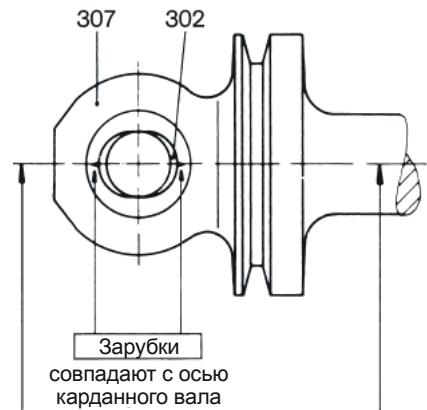

Рис. 6: Запрессовка втулок шарнира
- **ВНИМАНИЕ** Стяжные болты не затягивать до тех пор, пока насадной вал (125) не будет надет на вал привода.
- Надеть разбрызгивающее кольцо (123) на насадной вал (125).
- Слегка смазать посадочное место зажима (123) на насадном валу (125) и насадить зажим (123) до упора на насадной вал (125).
- Надеть насадной вал (125) до упора на вал привода.
- Последовательно затянуть стяжные болты зажима (123) **по окружности**. При этом поворачивать насадной вал по мере необходимости.
- **ВНИМАНИЕ**: Все стяжные болты затягивать до тех пор, пока не совпадут передние поверхности наружной и внутренней обойм и момент затяжки болтов сильно возрастет (см. рабочее состояние на рис. 6). Допустимые моменты затяжки болтов выгравированы на зажиме (123).
- Проверить правильность положения зажима (123) на насадном валу (125) в соответствии с рис. 6, деталь X).
- Надеть разбрызгивающее кольцо (123) на зажим (123).
(отсутствует в типоразмерах 51, 101) (см. рис. 6)